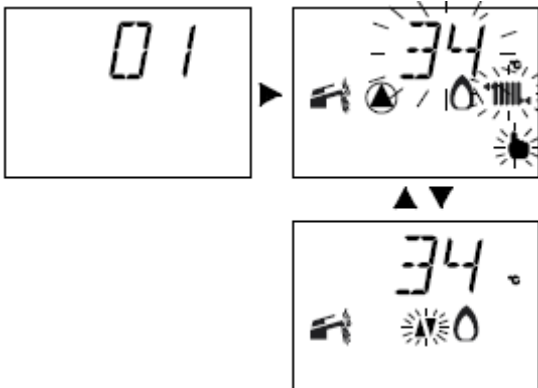

рис. 9.10
- Активирование «Трубочиста» отображается на дисплее LCD через поочерёдное возгорание символов, как показано на рис. 9.10.